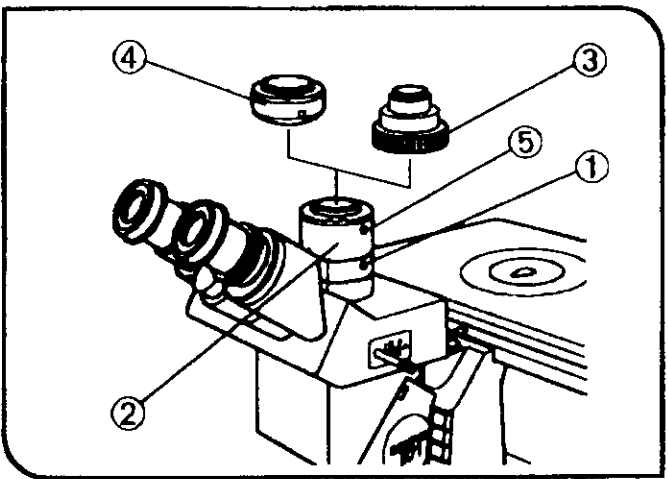

图 75
### （2）在三目观察筒的直筒上安装摄象机（图 75）
2. 将 IX-TVAD TV 适配器(2)插入照相直筒，然后拧紧固定螺丝(1)。（图 75）
3. 将 U-CMT C 座适配器(3)或 U-FMT F 座适配器(4)牢固地拧到 IX-TVAD TV 适配器(2)上。（图 75）
2. 稍稍拧松固定螺丝(1)和(5)。（图 75）
3. 观察显示器图象，固定地握住 U-CMT 或 U-FMT，转动 IX-TVAD(2)。显示器图象聚焦后，拧紧固定螺丝(1)和(5)。（图 75）